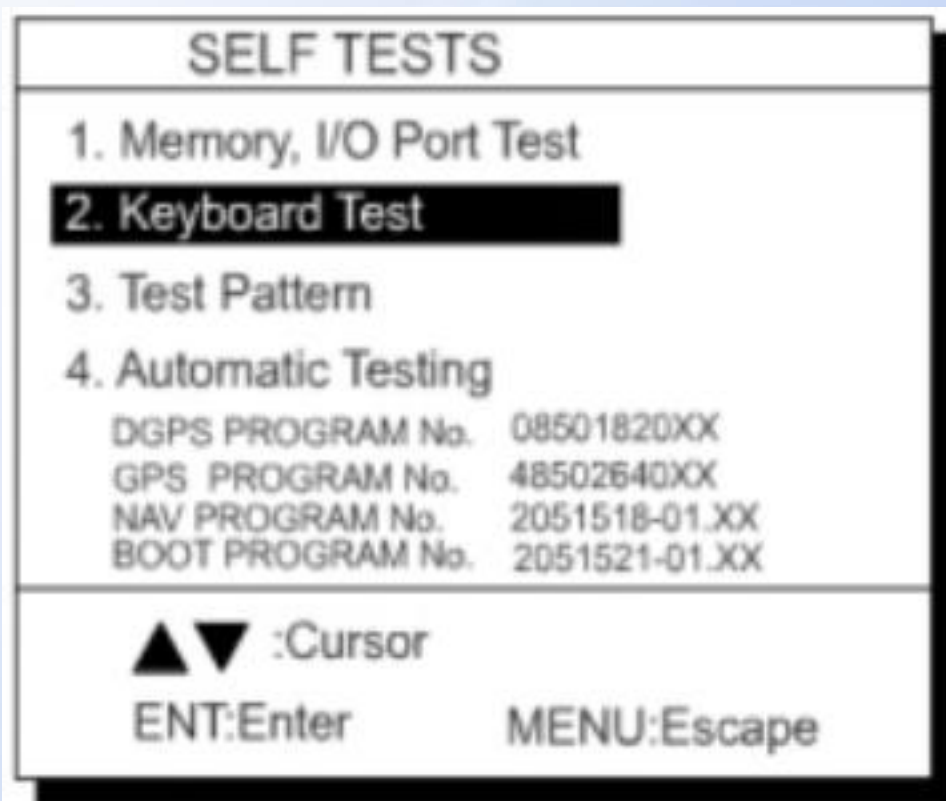

图3 Diagnostic TESTS (诊断测试)菜单
1) 按 MENU ESC 和 8, 显示 SELF TESTS (自测) 菜单。如图3所示。